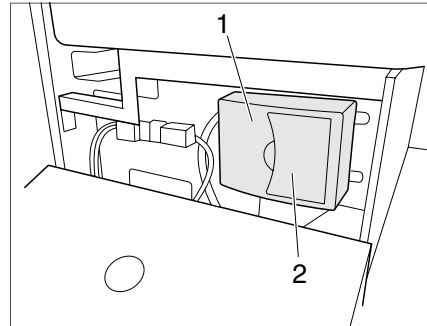

Bild 57 230-V-Sicherungsautomat
Der 230-V-Sicherungsautomat (Bild 57,1) befindet sich hinter einer Zugangsklappe unter der Sitzbank auf der linken Seite des Fahrzeugs.
► Abdeckklappe (Bild 57,2) öffnen.